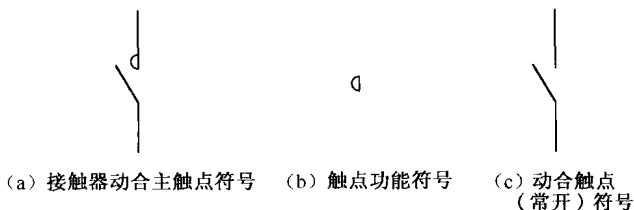

图 1-1 接触器动合主触点符号组成
① 符号要素,指一种具有确定意义的简单图形,通常表示电器元件的轮廓或外壳。符号要素必须同其他图形符号组合,以构成表示一个设备或概念的完整符号。如接触器的动合主触点的符号,就由接触器的触点功能符号和动合触点(常开)符号组合而成,如图 1-1 所示。